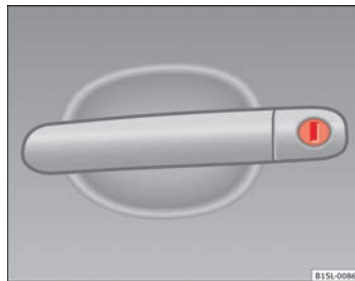

Fig. 134 Poignée de la porte du conducteur avec barillet de serrure.
- Introduisez le panneton dans le barillet de serrure et déverrouillez ou verrouillez le véhicule ⇒ fig. 134.